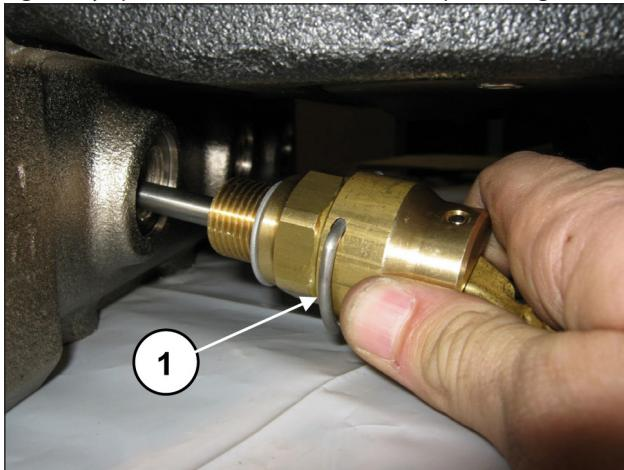
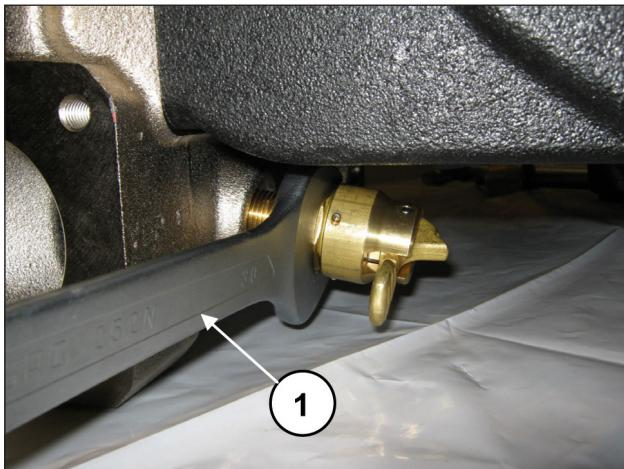

Fig. 166
Fig. 167
Ajustar los tornillos M18x50 y M16x45 de las tapas de aspiración y envío con la llave dinamométrica como se indica en el capítulo 3 CALIBRACIÓN DE AJUSTE DE LOS TORNILLOS. Aplicar los dispositivos de apertura de las válvulas (pos. ①, Fig. 166) y apretarlos con la llave de 30 mm (pos. ①, Fig. 167).